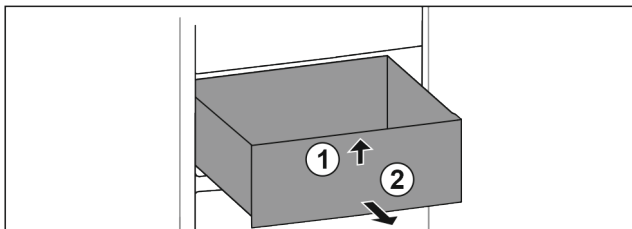

Fig. 71
- Løft skuffen foran. Fig. 71 (1)
- Ta ut skuffen framover. Fig. 71 (2)